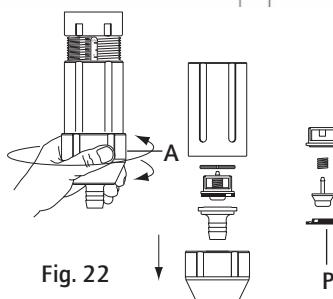

Fig. 22
- Desenroscar el anillo de bloqueo (Fig. 22-A).
- Enjuagar abundantemente con agua limpia las diferentes partes, montar de nuevo siguiendo el orden del esquema (Fig. 22-P) y verificar que el muelle de retorno esté activo.